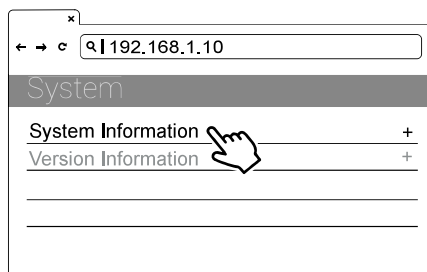

Figura 40. Informazioni data e ora
- 3) Selezionare: SET I Network I System Information I System DateTime. Vedere la figura 40.